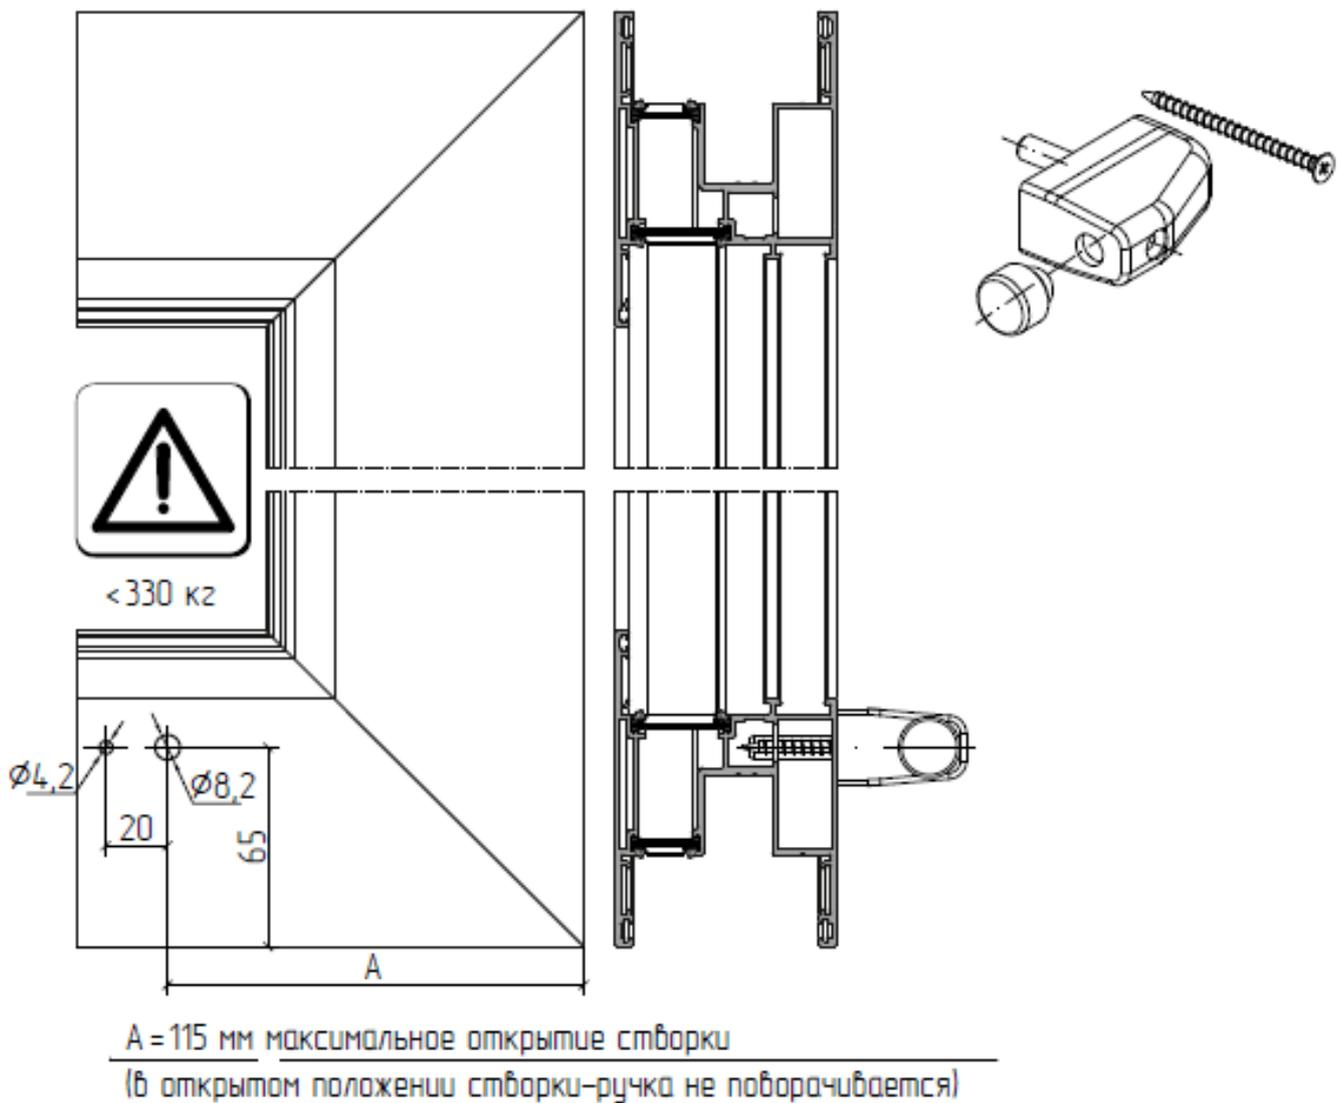

Рис. 10. Монтаж упора на створку
7. Установить упоры на створки в посадочные отверстия, показанные на рис. 10. Упор служит для исключения контакта ручки створки с рамой при полном открытии створки.